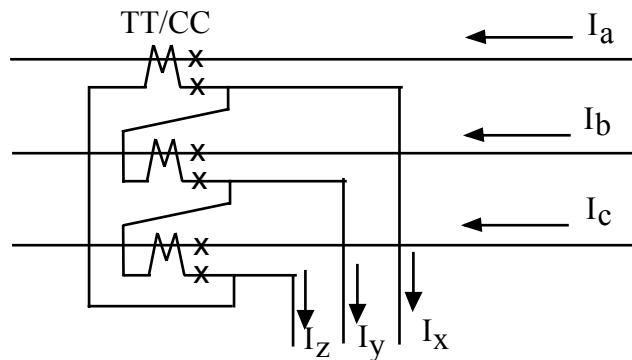

Figura 4
10. Para los transformadores de corriente conectados en Delta de la Figura 4, determinar el valor de las corrientes de fases secundarias (I_x ; I_y ; I_z) en función de las componentes simétricas de la fase a. Considerar que los TT/CC son de razón 1:1